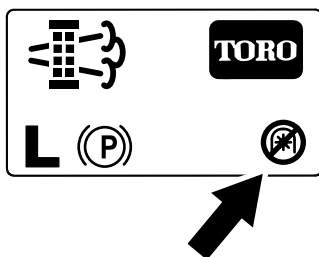

Figura 84
**Nota:** La pantalla de inicio muestra el icono de toma de fuerza desactivada (Figura 84).
**Nota:** La pantalla de inicio muestra el icono de toma de fuerza desactivada; consulte la Figura 84 en Mensajes de regeneración con la máquina aparcada \(página 51\).